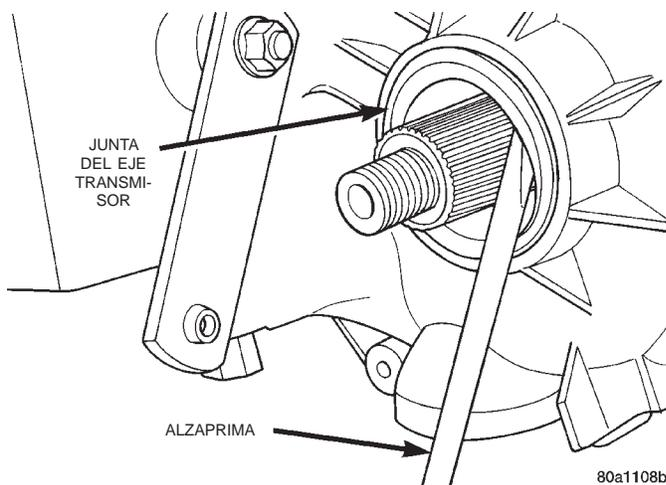

Fig. 6 Desmontaje de la junta del eje transmisor delantero
- (1) Eleve el vehículo.
- (2) Retire el eje propulsor delantero. Consulte el grupo 3, Diferencial y sistema de transmisión, para informarse del procedimiento apropiado.
- (3) Retire el estribo del eje transmisor delantero.
- (4) Retire la junta de la parte delantera de la caja con una alzaprima (Fig. 6).